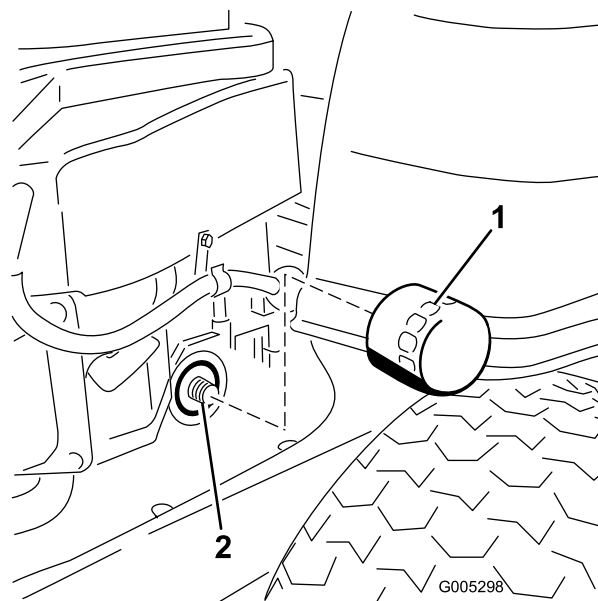

Figure 34
10. Trouvez l'emplacement du filtre à huile du côté droit du moteur. Déposez le filtre à huile usagé et essuyez l'adaptateur du filtre à l'aide d'un chiffon propre (Figure 34).
12. Posez le filtre à huile de rechange sur l'adaptateur. Tournez le filtre dans le sens horaire jusqu'à ce que le joint soit en appui contre le socle, puis donnez de 3/4 à 1 tour supplémentaire (Figure 34). Essuyez l'excédent d'huile sur le châssis.